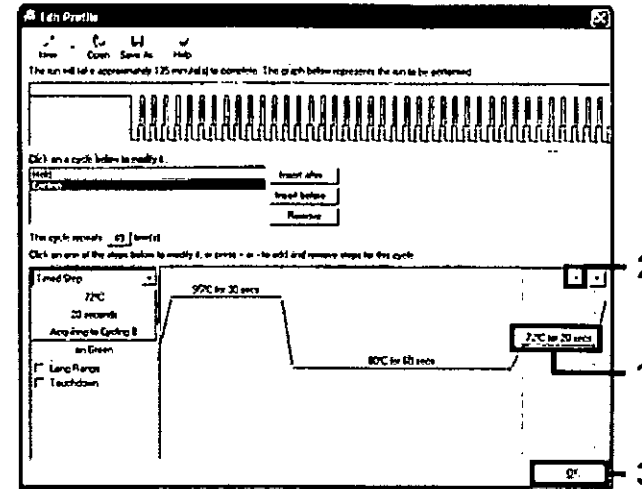

Ilustración 28. Eliminación del paso de extensión (1 = Tercer paso, 2 = Botón para eliminar, 3 = Botón "OK" (Aceptar))
11. Seleccione el tercer paso y elimínelo mediante el botón "-". Haga clic en "OK" (Aceptar) (ilustración 28).